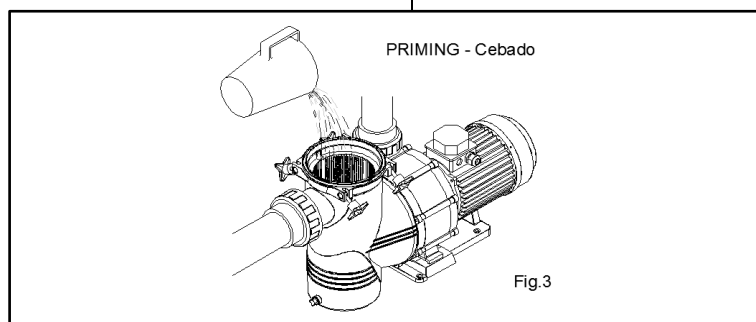

Fig.3
- For the correct operation of the pump, it must be primed until water reaches the surface of the suction pipe. In models with built-in pre-filter, the pump can be filled with water by opening the lid of the pre-filter (Fig. 3).
- Para el correcto funcionamiento de la bomba se debe proceder al cebado de la misma hasta que el agua aflore por el conducto de aspiración. En los modelos con prefiltro incorporado, la bomba se puede llenar de agua abriendo la tapa del prefiltro (Fig.3).
- For models with pre-filter the following operations can be performed (Fig. 3):
- Para los modelos con prefiltro se pueden realizar las siguientes operaciones (Fig.3):